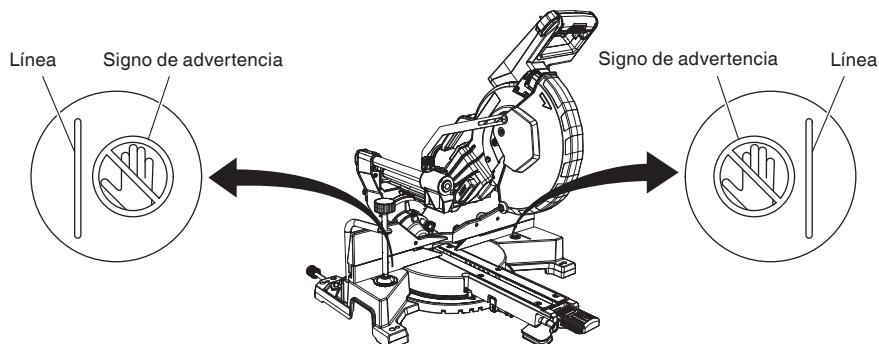

Fig. 23
- * No coloque nunca sus miembros dentro de la línea cerca del signo de advertencia mientras esté utilizando la herramienta. Esto podría resultar peligroso (consulte la Fig. 23).